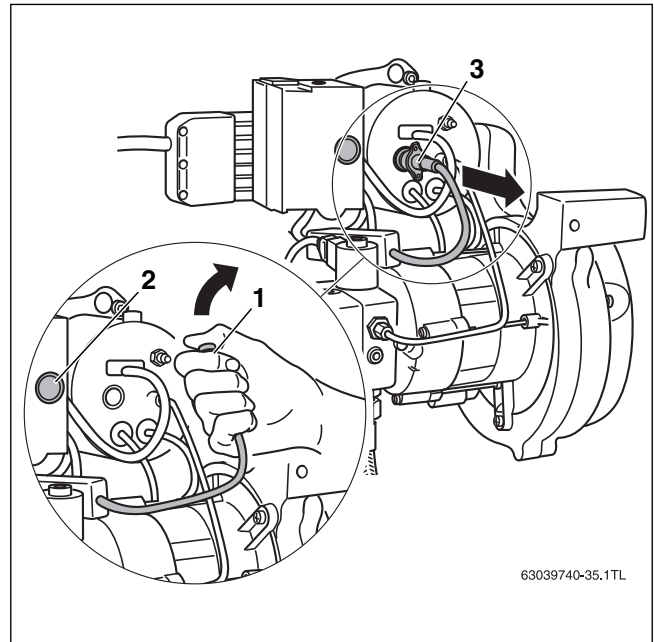

Bild 57 Flammefühler auf Funktion prüfen
- ▶ Flammefühler bei laufendem Brenner an dem vorgesehenen Griff aus der Halterung ziehen (→ Bild 57, [3]).
- ▶ Flammefühler abdecken (→ Bild 57, [1]). Es muss nach Wiederanlauf eine Störabschaltung erfolgen.
- ▶ Nach einer Wartezeit von ca. 30 Sekunden den Ölfeuerungsautomaten durch Drücken des Entstörtasters (→ Bild 57, [2]) entriegeln.